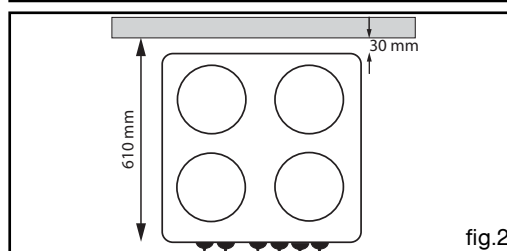

fig.2
- Cote de profondeur d'encastrement entre le mur à l'arrière et l'avant de l'appareil : **610 mm** (voir fig. 2, vue de dessus).